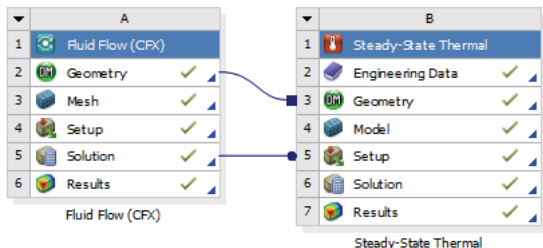

图 24-33 已完成的分析项目
1) 单击 Mechanical 界面右上角的“关闭”按钮, 退出 Mechanical 返回到 Workbench 主界面。此时主界面的项目管理区中显示的分析项目均已完成, 如图 24-33 所示。